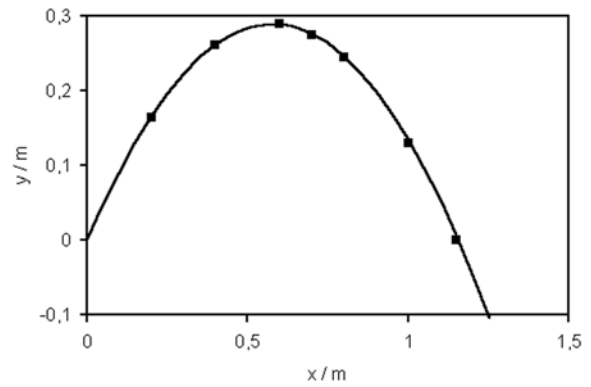

Fig. 3: comparação dos valores medidos e do cálculo, x = distância de voo, y = altura do voo, símbolos = valores medidos, linha = equação 5
- A velocidade de lançamento com a menor tensão da mola é então de aproximadamente 3,37 m/s. Com este valor pode ser agora calculada a parábola de lançamento conforme a equação 5 e comparado o valor com os outros valores de medição. O resultado está representado na Fig. 3.